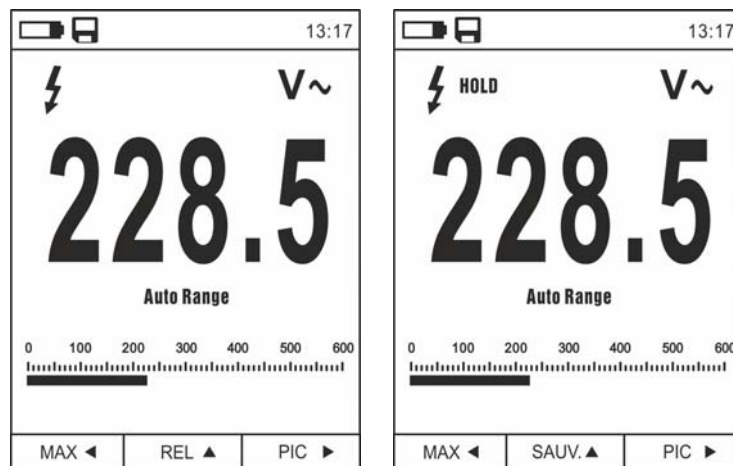

Fig. 7: Sauvegarde de la valeur fixée à l'écran
1. Appuyer sur la touche **HOLD/ESC** pour fixer le résultat. Le message « HOLD » apparaît à l'écran et la touche **REL ▲** devient **SAUV. ▲** (voir Fig. 7)